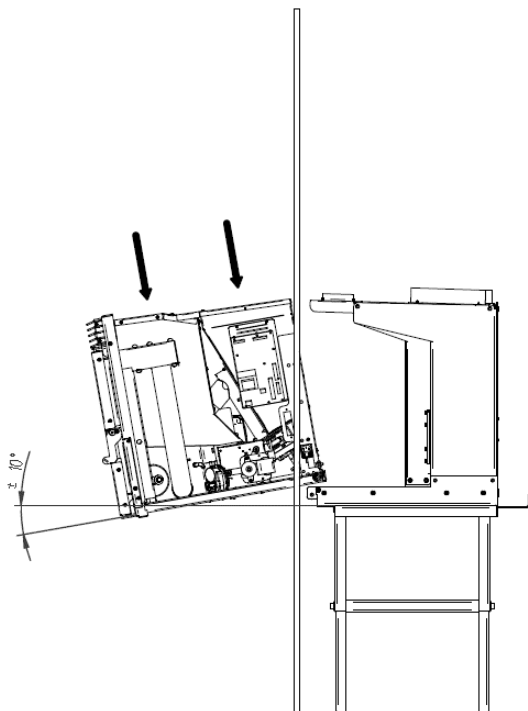

Figura 10 – Instalação inserível
- Depois de fixar a base do equipamento e a chaminé estar instalada, colocar a parte móvel do equipamento conforme mostrado na Figura 10.